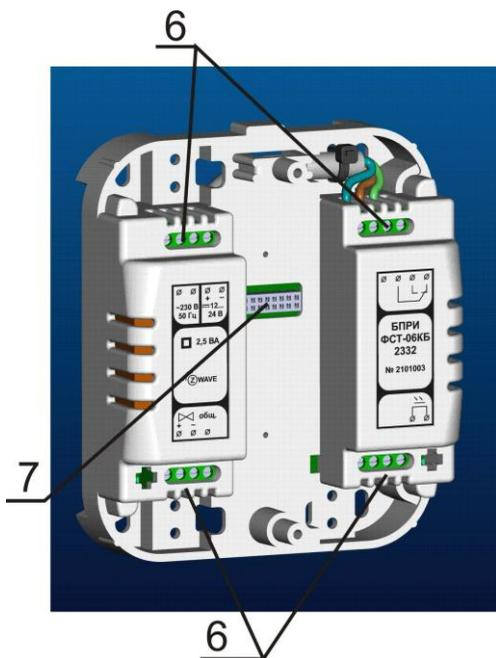

Рисунок 4.3 БПРИ ФСТ-06
4.1 Внешний вид ФСТ-06 И представлен на рисунке 4.1. Конструктивно ФСТ-06 И состоит из блока сигнализатора загазованности (см. рис.4.2), блока питания, реле, интерфейсов (см. рис.4.3) и легкоъемной декоративной крышки (поз. 2).